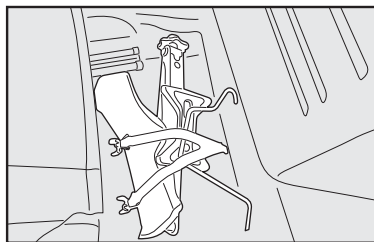

fig. 12
13) Colocar o macaco no suporte das ferramentas **fig. 12**, encaixando de modo a evitar vibrações, ou que se solte durante a marcha.